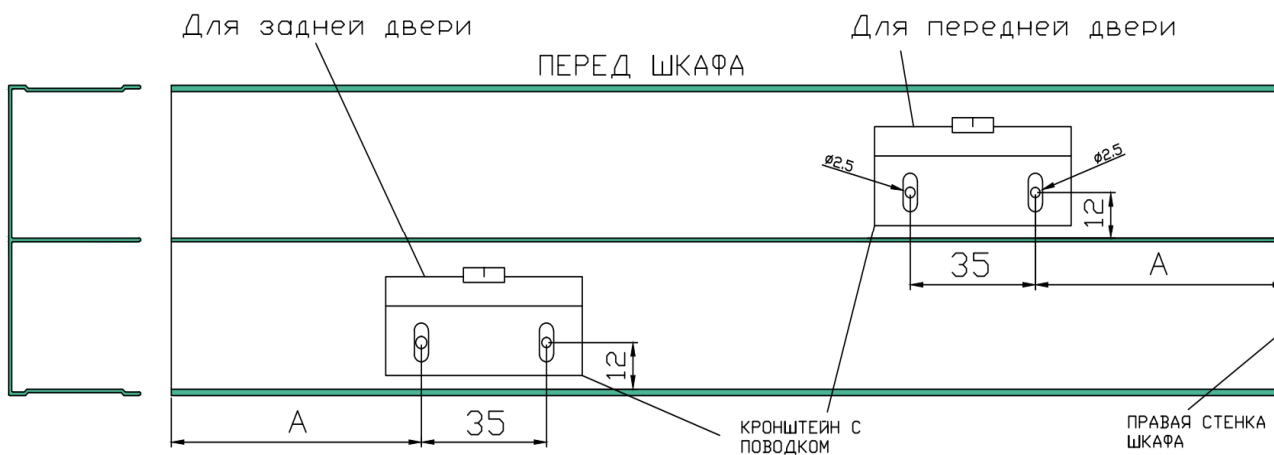

Рис. 8
- 8- Для установки кронштейна с поводком 2, необходимо предварительно произвести разметку с последующей сверловкой (сверло диаметром 2.5мм) двух отверстий, расположенных на внутренней верхней поверхности Ш-образного профиля, как показано на схеме рис. 8. Схема приведена для шкафа с передней правой дверью. При другом расположении дверей, разметка выполняется зеркально.